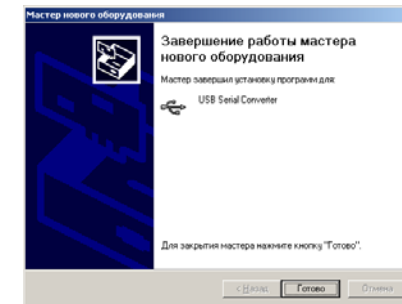

Рисунок 4.11
4) Щелкнуть по кнопке **Далее >**, через несколько секунд на экране появится окно (рисунок 4.11), свидетельствующее об окончании загрузки драйвера. Для завершения щелкнуть по кнопке **Готово**.